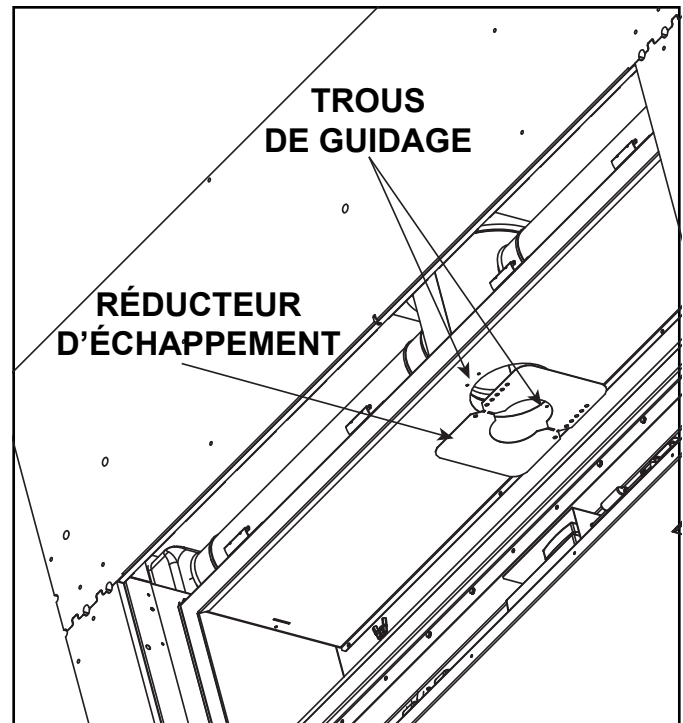

Figure 4.9 Réducteur d'échappement
1. Localisez les deux trous de guidage à l'intérieur de la chambre de la boîte à feu, comme montré à la figure 4.9.